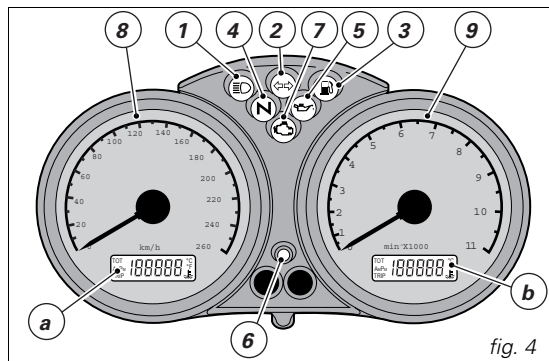
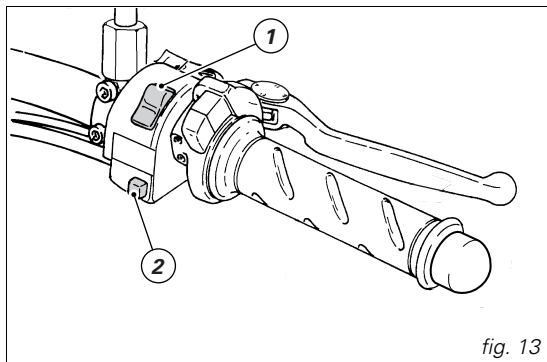

fig. 4
fig. 13
Salpicadero (fig. 4)
Este procedimiento ofrece al usuario la posibilidad, en caso de problemas en el sistema immobilizer, de deshabilitar la función "bloqueo motor" indicada por el encendido simultáneo del testigo amarillo ámbar **EOBD** (7, fig. 4).
El testigo EOBD (7, fig. 4) se apaga después de un tiempo pre-establecido equivalente a 8 segundos.
4) Contar un número de destellos del testigo EOBD (7, fig. 4) igual a la primera cifra del código secreto. Colocar el puño del acelerador en posición completamente abierto durante 2 segundos, luego dejar en reposo. De esta manera se reconoce la introducción de una cifra y el testigo EOBD se enciende y permanece así por un tiempo pre-establecido de cuatro segundos. Repetir la operación hasta la selección de la última cifra. En la eventualidad que no se cumpla ninguna operación con el acelerador, el testigo EOBD pulsará 20 veces, luego se iluminará con luz fija y deberá repetirse el procedimiento desde el punto (1).
1) Si el código es reconocido, el testigo (6, fig. 4), ubicado en el cuadro de instrumentos, emite un breve destello; el sistema de protección ha reconocido el código de la llave y desactiva el bloqueo motor. Presionando el pulsador START (2, fig. 13), el motor arranca;
2) Si el testigo (6, fig. 4) o el testigo EOBD (7, fig. 4) permanecen encendidos, el código no ha sido reconocido. En este caso se aconseja girar la llave en posición OFF y luego nuevamente en ON, si el bloqueo continúa, intentar con la otra llave de color negro, suministrada en dotación. Si a pesar de todo, resulta imposible poner en marcha el motor, consultar la red de asistencia DUCATI.
3) Si el testigo (6, fig. 4) permanece destellando significa que una señal del sistema immobilizer ha sido restablecida (por ejemplo con el procedimiento de desbloqueo por medio del puño). Girando la llave en posición OFF y nuevamente en ON el testigo immobilizer deberá reanudar su normal funcionamiento (ver punto 1).
Conmutador derecho (fig. 13)